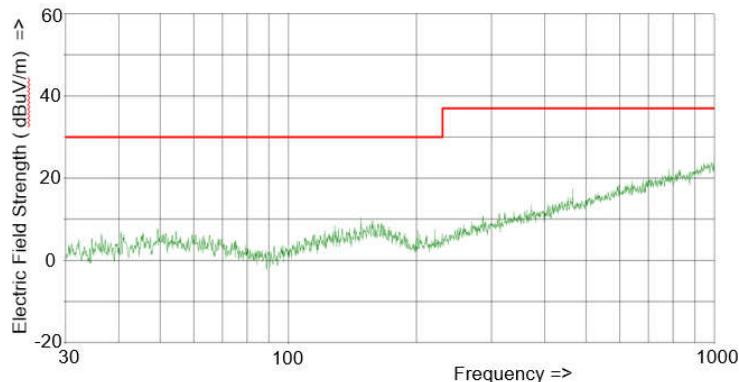

図 9. すべてのチャネルがオンの状態における
4. 優れた EMC: DI 部の 8 チャンネルすべてがフィールドから信号を受信している場合、アイソレーション バリアを越える通信によって、ガルバニック絶縁型の競合製品では高い EMC ノイズが発生する可能性があります。RE が大きい場合、デジタル入力部の隣にある MCU/ FPGA との通信ミスが発生することがあります。TI の ISO1228 は、絶縁バリアをまたぐ通信に特許取得済みの技術を使用しており、図 9 に示すように EMC は無視できます。